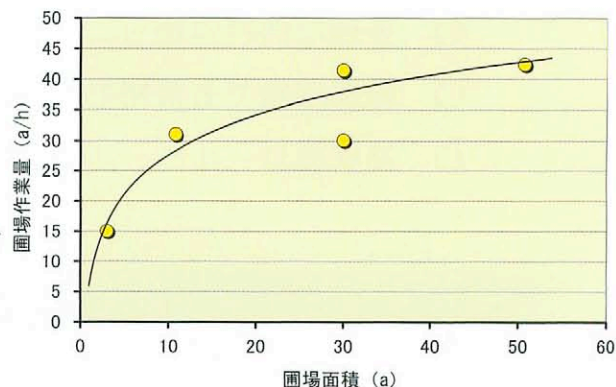

図2 トウモロコシ収穫時のほ場作業量測定例
- ・乾物収量1.5~1.7t/10aの時のほ場作業量の測定例を図2に示します。ただし、収量が多い場合や、ほ場の形状が不整形であるとほ場作業量は低下します。